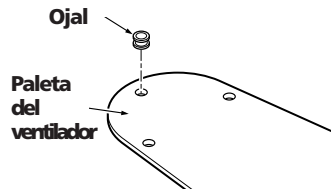

Figura 7a - Forma de insertar los ojales en la paleta del ventilador
1. Su ventilador puede incluir ojales de goma (vea la Lista de Piezas). Si su ventilador tiene ojales, insértelos con la mano dentro de los agujeros como se muestra en la Figura 7a.